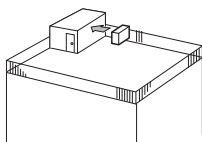

Fig. 2-4
① Ustawić wylot powietrza w kierunku najbliższej ściany, zachowując odległość ok. 35 cm. (Fig. 2-4).